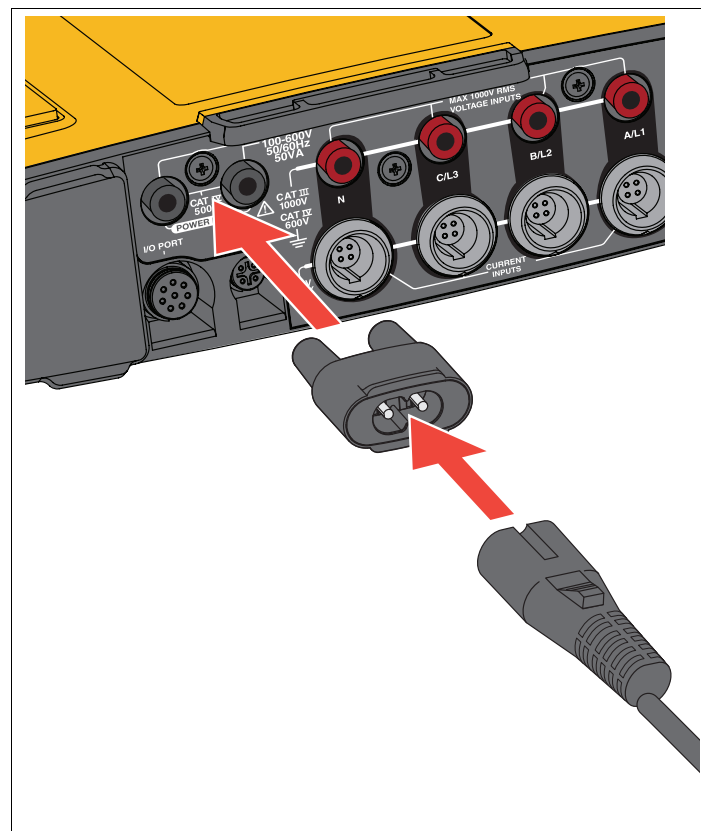

Figura 5. Alimentazione
1. Collegare l'adattatore di rete MA-C8 a entrambi gli ingressi dell'alimentazione del Logger. Vedere la Figura 5.